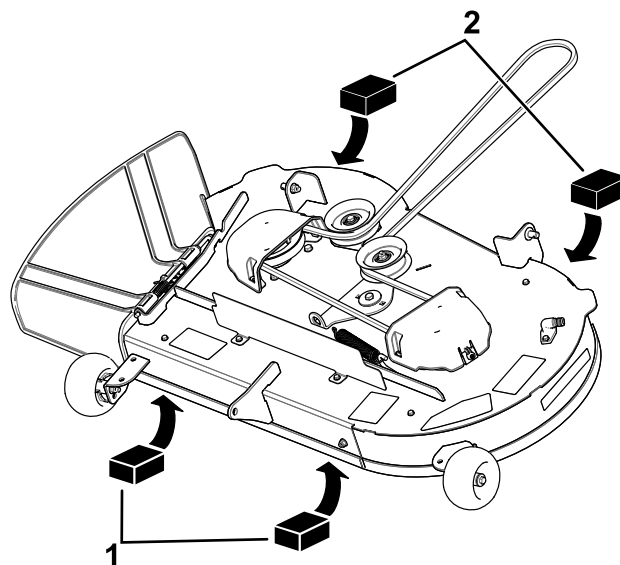

**Figura 70**
5. Meça da ponta da lâmina da frente até à superfície plana e da ponta da lâmina de trás até à superfície plana (Figura 69 ou Figura 70).